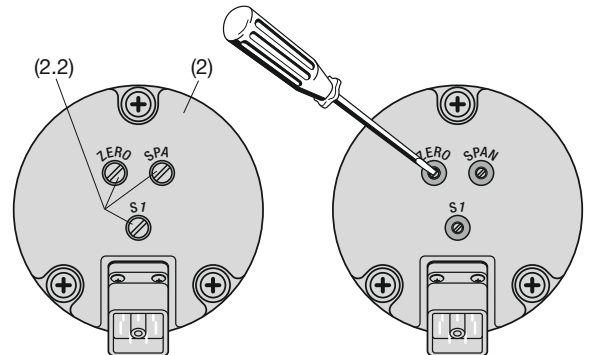
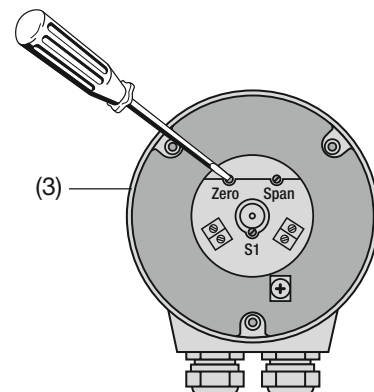

Fig. 9. Partie arrière (2) avec les éléments d'ajustage «ZERO», «SPAN» et «S1».
Fig. 10. Partie arrière (3) avec les éléments d'ajustage «ZERO», «SPAN» et «S1».
- ... avec **connecteur à fiche** enlever les joints à vis ZERO/SPAN (2.2), (Fig. 9, à gauche).
Ensuite tourner à l'aide d'un tournevis horloger (Ø 2,3 mm) le potentiomètre «ZERO» (Fig. 9, partie à droite ou Fig. 10) pour obtenir la valeur désirée précise du courant de sortie.
Les convertisseurs angulaires avec une étendue de mesure > 150  $\angle$ ° comportent pour l'inversion du sens de rotation un commutateur marqué (Fig. 9 et Fig. 10).
... avec **connecteur à fiche** enlever le joint à vis S1 (2.2), (Fig. 9, à gauche).